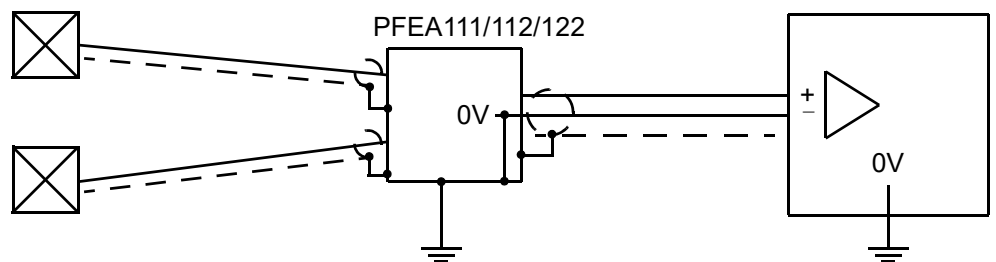
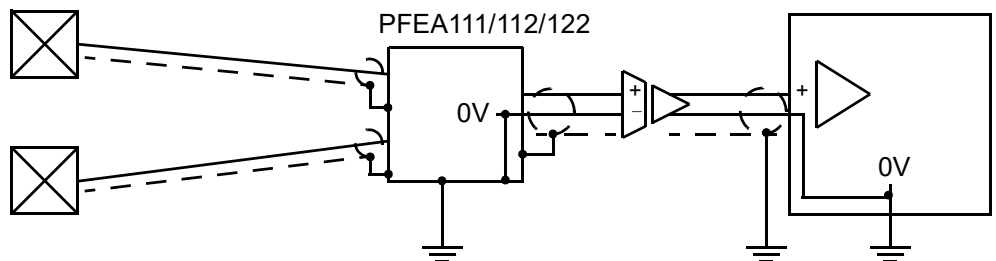

图 2-8. 通过绝缘或差分输入端口连接到上级系统
图 2-9. 通过独立的绝缘放大器连接到上级系统
- 由于测量系统的信号接地线被连接到张力控制器的机壳接地线、与控制系统连接的上级系统的输入端不得接地。有关互连测量系统和上级系统以实现最佳功能的最佳方式、请参见图 2-8 和图 2-9。